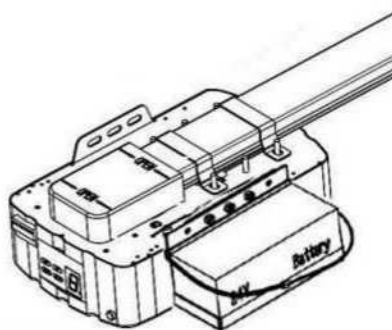

Fig.20
2. Conecte la Batería de Respaldo al Abrepuertas de Garage (Fig.20).